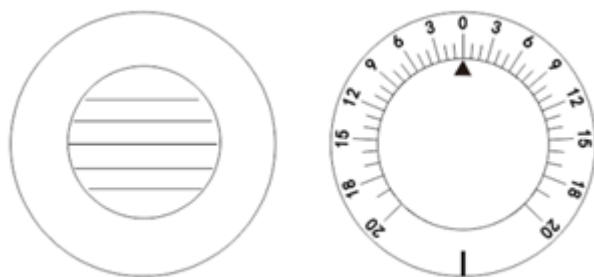
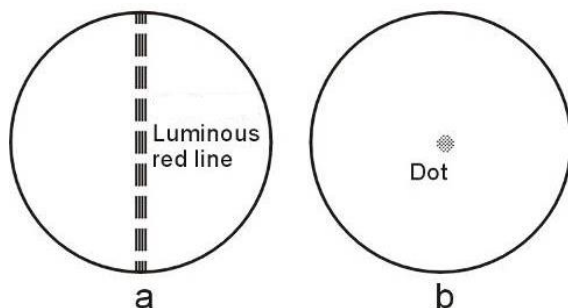
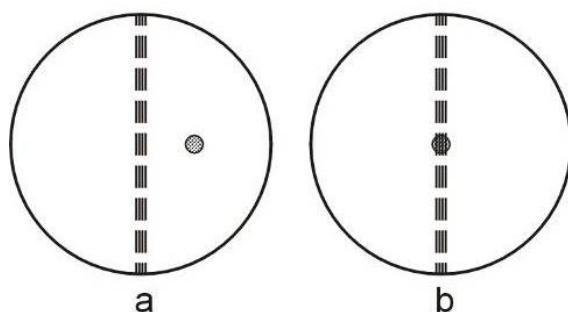
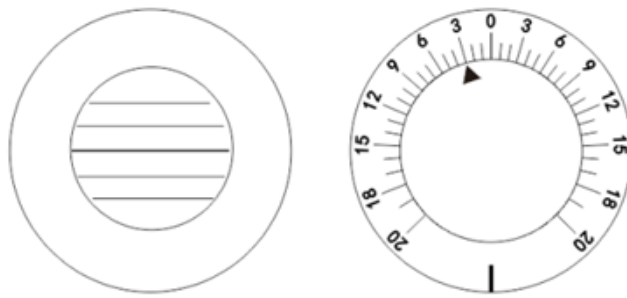

Fig.44
Fig.45
Fig.46
Fig.47
un. Eseguire prima la misurazione della foria orizzontale. Procedere secondo il (1) metodo del prisma rotante descritto in 6.8.5 Test dell'equilibrio binoculare. Ruotare la manopola di rotazione dell'obiettivo ausiliario ② e imposta l'occhio destro su MRRH (Fig.44). Ruota la manopola di rotazione del prisma ① con la sua impostazione 0 sul simbolo del triangolo rivolto verso l'occhio sinistro. Accendere una piccola luce fissa nella posizione in cui viene proiettata la carta. Ora l'occhio destro del Testee può vedere una linea verticale rossa (vedi Fig.45 a), e il suo occhio sinistro può vedere un punto luminoso (vedi Fig.45 b). Probabilmente sono (a) o (b) di Fig.46. Il punto luminoso si sposterà anche quando la manopola di rotazione del prisma ① è girato. Quindi chiedere al paziente di dire quando vede l'immagine mostrata in Fig.46 b. Il risultato del test è mostrato in Fig.47. La scala di rotazione del prisma è mostrata come 2. Il risultato di 2ΔI (base